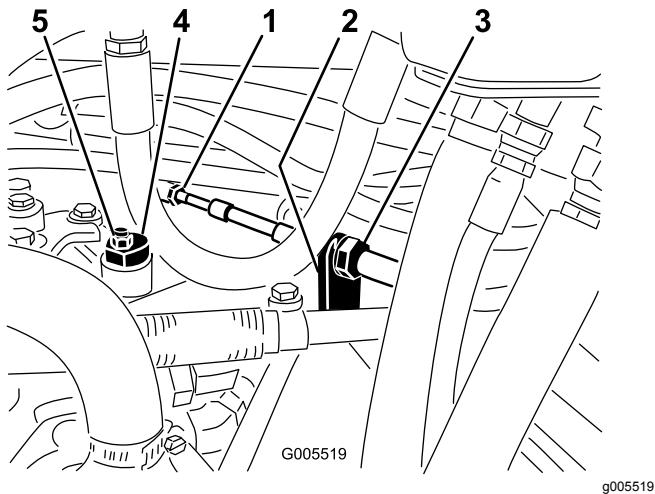

図 52
- A. 走行ケーブルを油圧トランスミッションのバルクヘッドに取り付けているジャムナット図52を両方ともゆるめる。ジャムナットは調整ができるよう十分に、また均等にゆるめること。
注 偏芯ナットをトランスミッション上部に止まっているナット図52をゆるめる。
- C. どちらにも車輪が回らないように偏芯ナットを回して調整する。調整ができたら固定ナットを締める図52。スロットルSLOWおよびFAST位置で調整が正しいことを確認する。
- D. バルクヘッドのそれぞれの側から、ロックナットを均等に締め付けて、ケーブルを固定する図52。ケーブルをねじらないように注意すること。